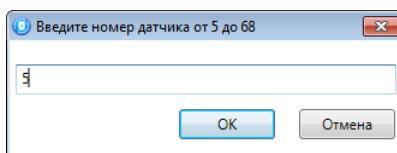

Рисунок 4.32 — Ввод номера радиоустройства
- В открывшемся окне укажите номер радиоустройства из числа еще не занятых в нумерации ШС и радиоустройств (в указанном в заголовке окна диапазоне) и нажмите кнопку *OK* (см. рисунок 4.32).